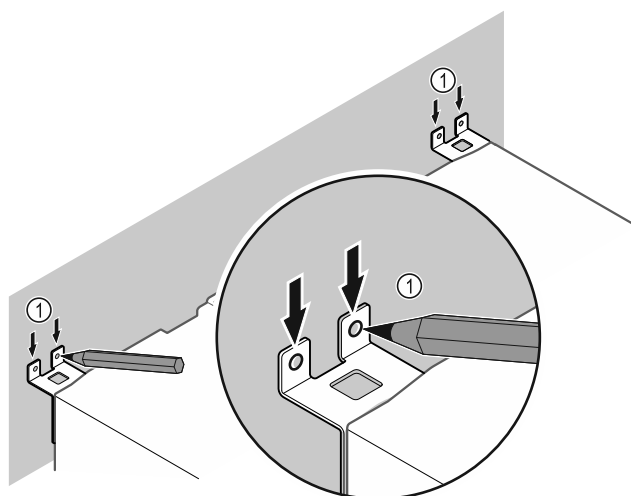

Fig. 9
- Markierungen an der Wand setzen Fig. 9 (1).